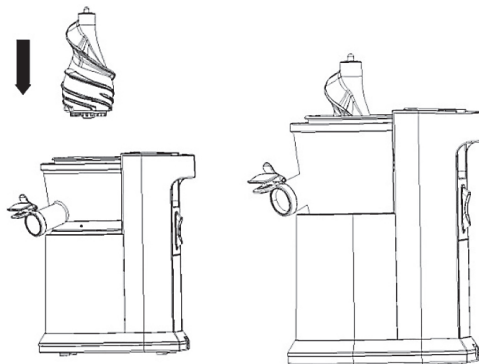

Abb. 3
3. Die Schneckenwelle in der Mitte der Schüssel anordnen. (Abbildung 3)